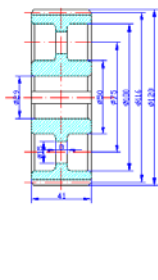

图 9.135 文字编辑
(8) 使用修改/对象/文字/编辑命令，对文字进行修改，在需要加 ϕ 的数值前加上“%%c”系统会自动变为“ ϕ ”，标注后的效果如图 9.135 所示。